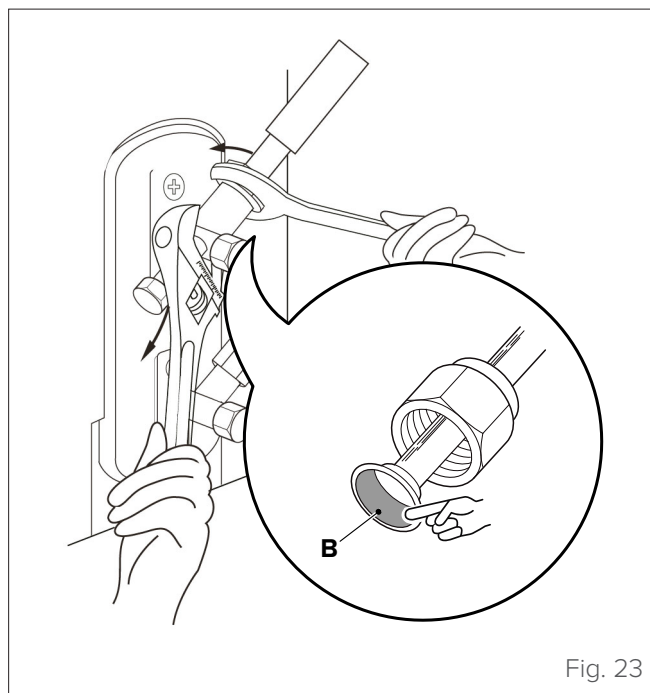

Fig. 23
- 3 Aplicați puțin ulei de lubrifiere numai pe suprafața interioară a teșiturii (B).
- 5 Folosiți o cheie pentru a menține corpul supapei în poziție. Nu aplicați cheia pe piulița care închide supapa de serviciu (vezi „Fig. 23”).